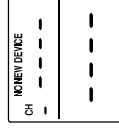

Bild 18
4. Wenn der Lernempfang beendet und keine Datenfunk-Steckdose gefunden wurde, so wird auf dem LCD das Zeichen "NO NEW DEVICE" angezeigt (Bild 18).